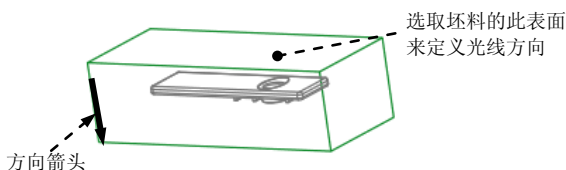

图 1.5 定义投影的方向
- (1) 在“阴影曲面”对话框中双击**Direction (方向)**元素，系统弹出“一般选择方向”菜单。
- (2) 在**GEN SEL DIR (一般选择方向)**菜单中选择**Plane (平面)**命令。
- (3) 在系统**选择将垂直于此方向的平面**的提示下，选取图 1.5 所示的坯料表面；将投影的方向切换至图 1.5 中箭头所示的方向，然后选择**Okay (确定)**命令。